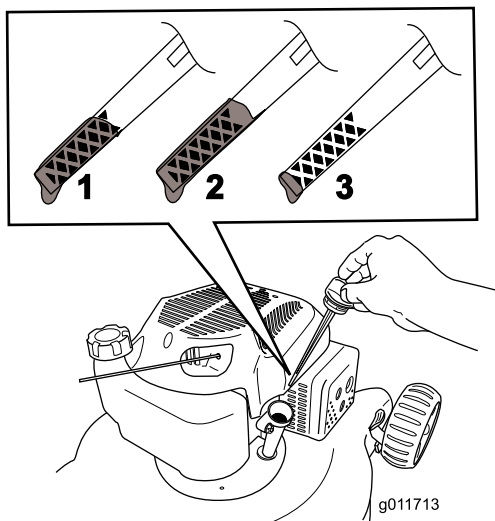

Рисунок 4
2. Извлеките масломерный щуп (Рисунок 4).
3. **Медленно** налейте масло в маслозаливное отверстие, подождите несколько минут, после чего проверьте уровень масла масломерным щупом. Для этого вытрите щуп дочиста и вставьте его в маслозаливное отверстие, **не ввинчивая при этом** крышку в маслозаливное отверстие (Рисунок 4).
покажет, что достигнут нужный уровень масла в двигателе, как показано на Рисунок 4. В случае перелива слейте некоторое количество масла из двигателя, как описано в разделе «Замена моторного масла».